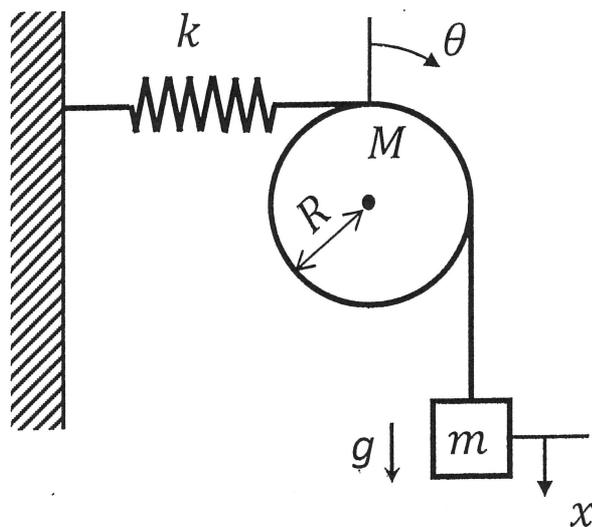

図 1
- (5) 図 1 の系の固有周期を k 、 M 、 m を用いて表しなさい。